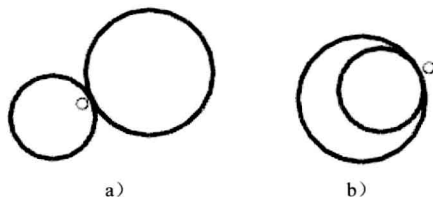

图 2.10.14 备选解操作实例
下面用一个具体的实例说明“备选解”的操作。如图 2.10.14 所示, 绘制的是两个相切的圆。我们知道两圆相切有“外切”和“内切”两种情况。如果不要图 2.10.14a 中所示的“外切”的图形, 可以通过“备选解”操作, 把它们转换为“内切”的形式, 具体步骤如下:
Step 4 定义对象。分别选取图 2.10.14 所示的任意一个圆, 则实现“备选解”操作, 如图 2.10.14 所示。